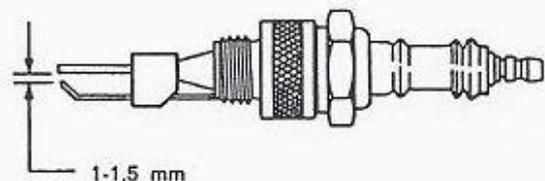

Bild 4
3. Stellen Sie den Abstand nur an der Außen-Elektrode ein. (Siehe Bild 4)